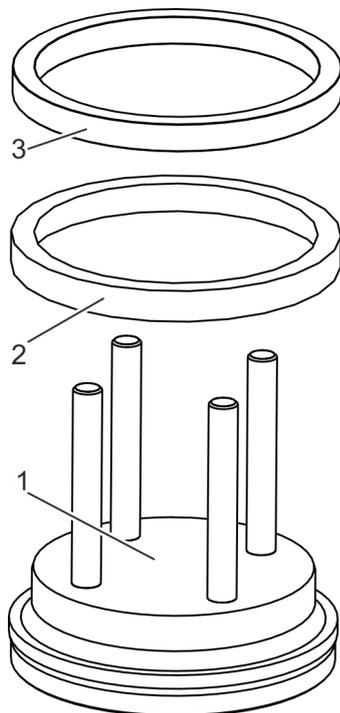

Fig. 13: Mise en place d'une nouvelle bague d'étanchéité dans le couvercle de fermeture
- 13. ➤ Retirer la bague d'appui (Fig. 13/3) du couvercle de fermeture (Fig. 13/1).
- 14. ➤ Retirer la bague d'étanchéité (Fig. 13/2) du couvercle de fermeture.
- 17. ➤ Mettre en place une nouvelle bague d'étanchéité (Fig. 13/2) sur le couvercle de fermeture (Fig. 13/1).
- 18. ➤ Si nécessaire, mettre en place une nouvelle bague d'appui (Fig. 13/2) sur la bague d'étanchéité (Fig. 13/1).